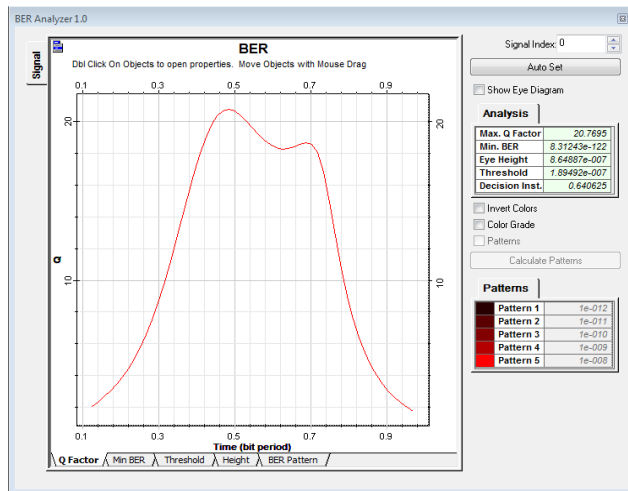

Рисунок 1.4.- Окно анализатора ошибок
4.6. Откройте двойным щелчком по анализатору ошибок (**BER Analyzer**), его окно, рисунок 1.4.